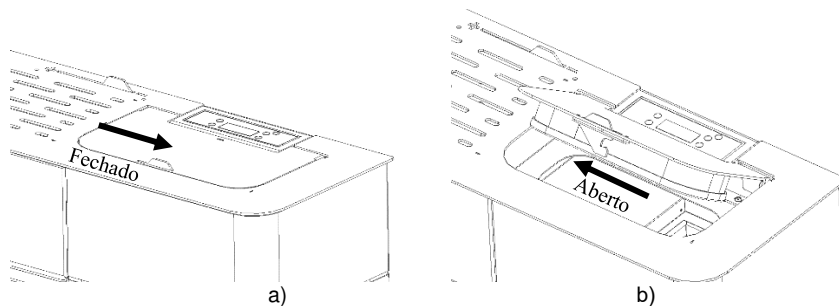

Figura 100 - Abertura da tampa
a) Abra a tampa do depósito de *pellets*, deslocando o fecho lateralmente e levantando a tampa (Figura 100).